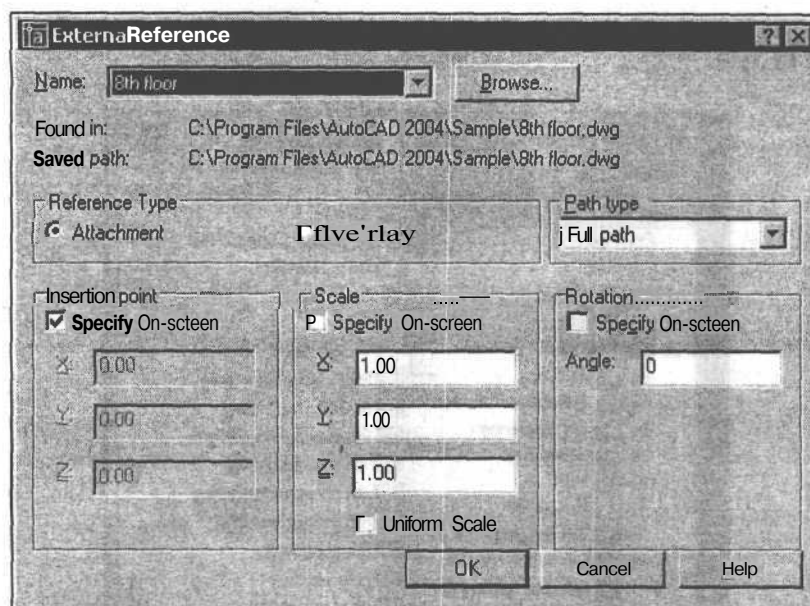
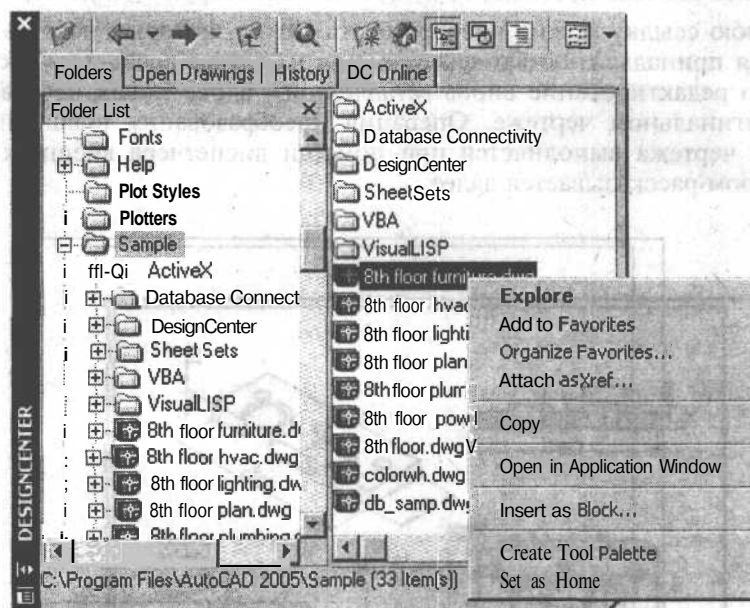

Рис. 18.2. Диалоговое окно для настройки параметров вставки внешней ссылки
Рис. 18.4. Контекстное меню для выбора способа вставки файла в текущий чертеж
2. В диалоговом окне **Select Reference File** (Выбор файла внешней ссылки) выберите необходимый файл с рисунком и щелкните мышью на кнопке **Open** (Открыть). Появится диалоговое окно **External Reference** (Внешняя ссылка) (рис. 18.2).
4. Из появившегося контекстного меню выберите **Attach as Xref** (Вставить ссылку) (рис. 18.4). Появится диалоговое окно **External Reference** (Внешняя ссылка) (см. рис. 18.2).
- **Attach** (Вставить) служит для вставки новой внешней ссылки в текущий рисунок. После щелчка на этой кнопке появляется диалоговое окно **External Reference** (Внешняя ссылка) (см. рис. 18.2). Далее продвигаются такие же настройки, что и в случае команды вставки внешней ссылки в рисунок **XATTACH** (ССВСТАВИТЬ).